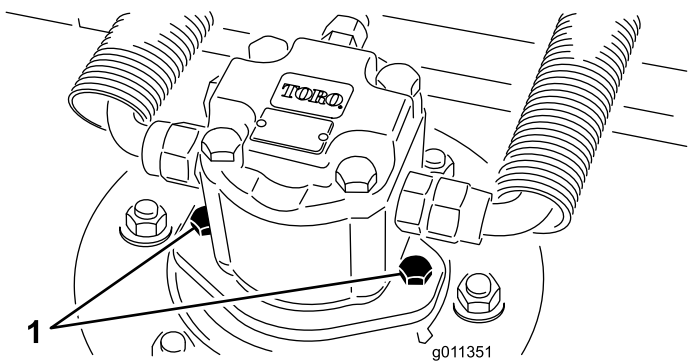

Рисунок 71
2. Отсоедините и снимите гидромотор с деки (Рисунок 71). Накройте верхнюю часть шпинделя для предотвращения загрязнения.
3. Установите гидромотор на деку (Рисунок 71). Убедитесь в том, что уплотнительное кольцо находится в штатном положении и не повреждено.